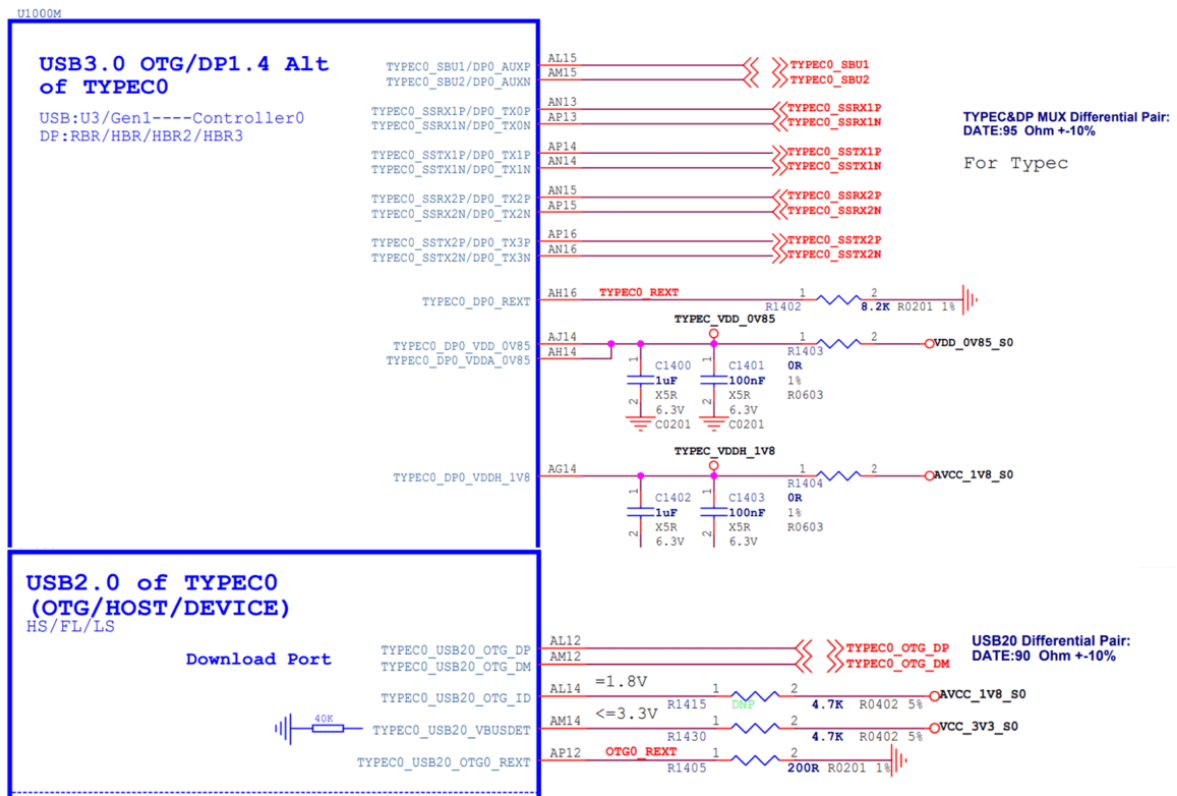

图 17 RK3588 Type-C0 电路
3. 为了支持高压充电功能, 同时降低硬件电路的风险, TYPEC0_USB20_VBUSDET 不要连接 Type-C 接口的 VBUS, 固定上拉到 3.3V 即可 (如图17 TYPEC0_USB20_VBUSDET 连接到 VCC_3V3_S0), 但不能悬空;